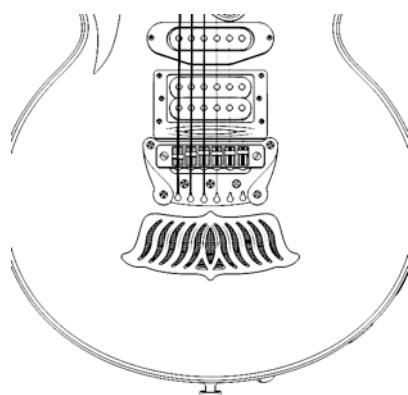

Рис. 16
- акустической рупорной системы с портативным динамическим громкоговорителем и двумя акустическими рупорными выходами (Рис. 16). Выход из фронтальной части громкоговорителя устроен в рамке бриджевого звукоснимателя (Рис.1 поз. 18, Рис.16), выход из тыльной части громкоговорителя прикрыт декоративной накладкой (Рис.1 поз.16, Рис 16);